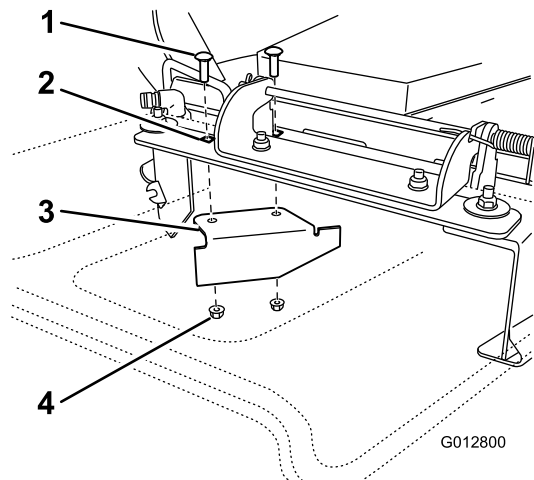

Bild 32
11. Sie finden das Versatzablenkblech in den losen Teilen. Entfernen Sie die Befestigungen an den hinteren Löchern der Auswurfplatte. Befestigen Sie das Ablenkblech an der Seitenauswurföffnung am Mähwerk (Bild 32).